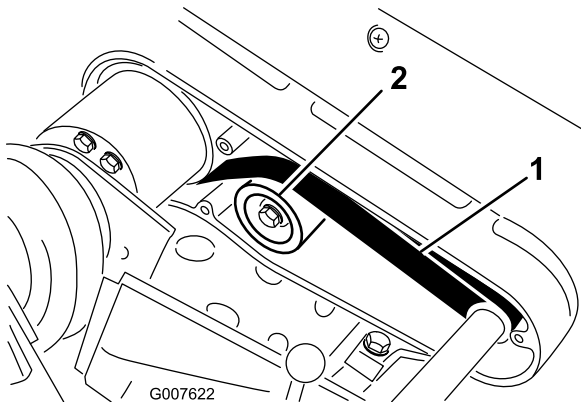

Рисунок 42
- Проверьте натяжение, приложив к ремню посередине между шкивами (Рисунок 42) усилие 22–26 Н. Ремень должен прогнуться на 6 мм.
- Отпустите гайку крепления натяжного шкива и поджимайте натяжной шкив по часовой стрелке к обратной стороне ремня, пока не будет получено требуемое натяжение (Рисунок 42).